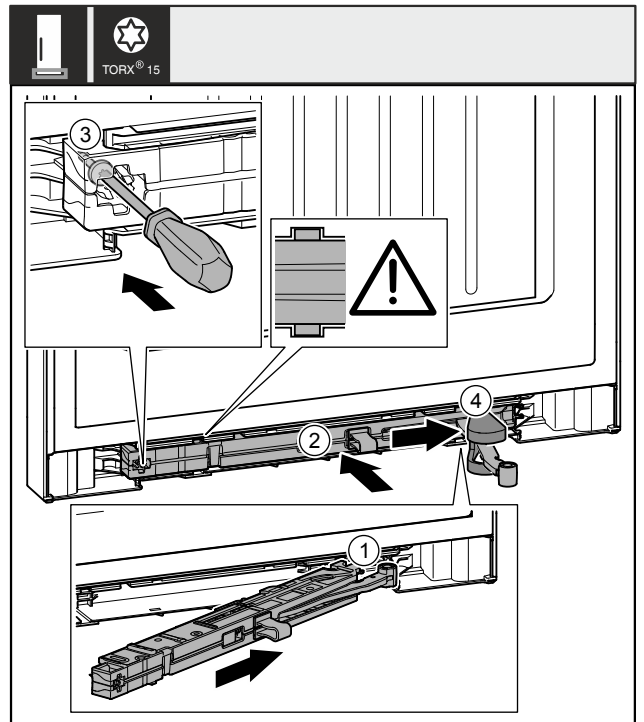

Fig. 52
- Työnnä sulkuvaimenninyksikköä Fig. 52 (1) laakerijalustan puolella sisään aukkoon, kunnes se on vinosti rajoittimessa.
- Työnnä sulkuvaimenninyksikkö Fig. 52 (2) kokonaan aukkoon.
- Kierrä ruuvi Fig. 52 (3) kiinni ruuvimeisselillä.
- Työnnä suojus Fig. 52 (4) saranan päälle.